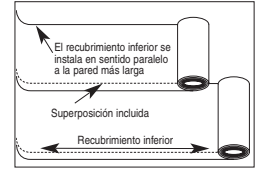

Figura 12
- El contrapiso del piso flotante está equipado con una cinta de doble faz para facilitar el entizado de las juntas precortadas traslapadas (Figura 12). Si se usa un contrapiso sin adhesivo, coloque la cinta que se incluye en todas las juntas.